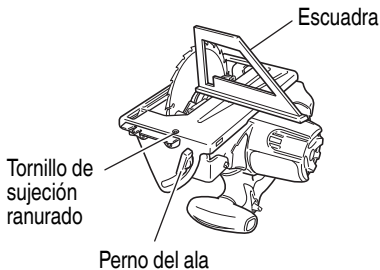

Fig. 21
- (1) Gire la base hacia arriba (Fig. 21) y afloje el perno del ala.